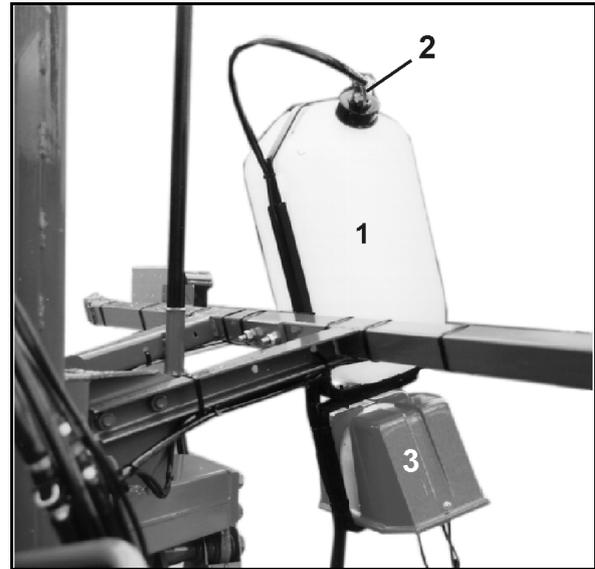
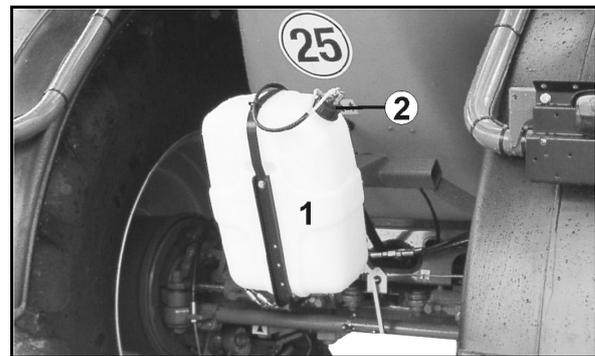

Fig. 123
Fig. 124
Ajustar la **distancia entre las burbujas de espuma** con el tornillo de cabeza ranurada (Fig. 123/2 y Fig. 124/2) tal y como se describe a continuación:
- **Varillaje Super-S Fig. 123/...**
- **Varillaje Super-L Fig. 124/...**
- (1) Depósito
- (2) Tornillo de cabeza ranurada
- (3) Compresor